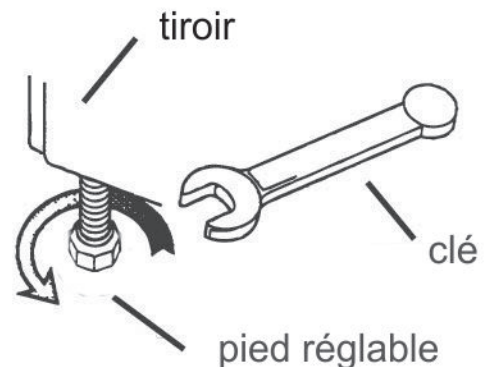

Figure 6 : Ajustement de la hauteur de la cuisinière
10. Faites glisser la cuisinière vers l'arrière pour la remettre en place. Si nécessaire, et pour éviter d'érafler le comptoir de cuisine, ajustez la hauteur de la cuisinière en ajustant les pieds (voir Figure 6 : Ajustement de la hauteur de la cuisinière). Prenez bien soin d'enclencher le support antibasculement. Voir l'*Avertissement relatif au danger de basculement* au début de ces instructions ainsi que dans le *Manuel d'installation de la cuisinière encastrée*.